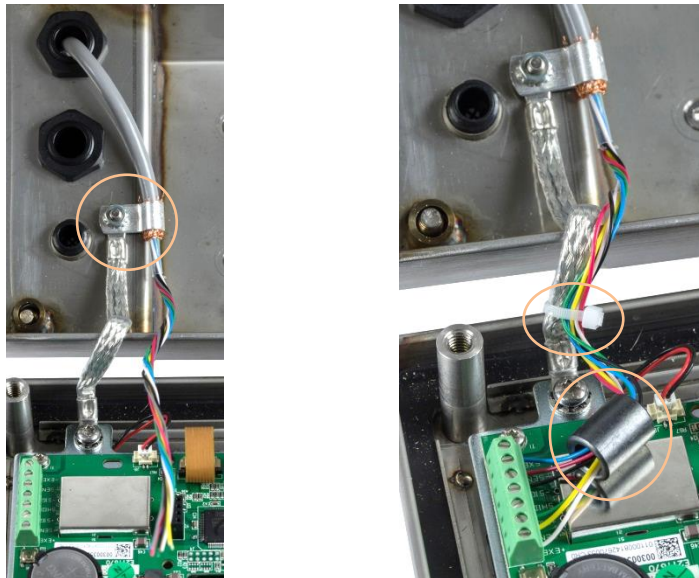

Figure 2-28 : Installation de la ferrite du câble d'un capteur analogique avec mise à la masse sur le châssis, IND236
5. Connectez le serre-câble de mise à la masse à l'enceinte en utilisant la vis de fixation de la tresse de charnière, comme sur la Figure 2-28 (à gauche).